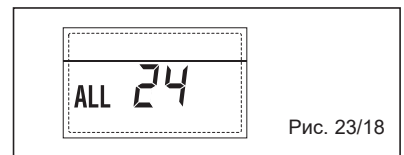

Рис. 23/18
– НЕПОЛАДКА ПОЛОМКИ ДАТЧИКА СОЛНЕЧНОГО ВОДОНАГРЕВАТЕЛЯ S2 “ALL 25” (Рис. 23/19)